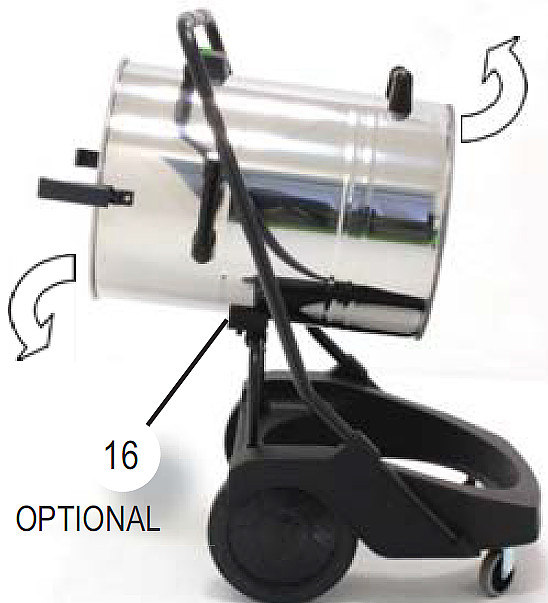

Abb. 14: Behälter entleeren
Schritt 6: Falls erforderlich, kippen Sie den Tank durch das Kippsystem (Pos. 16, Abb. 14), um den Tank vollständig zu entleeren.